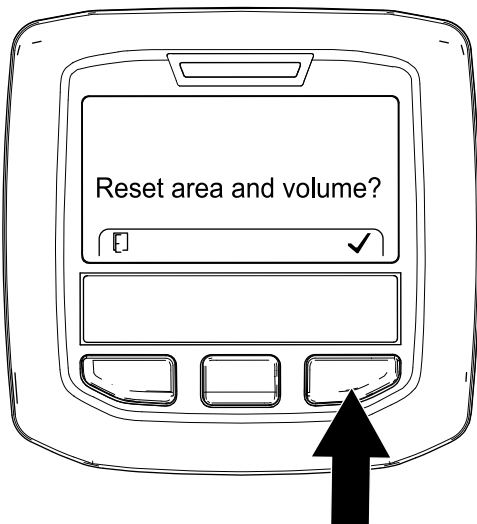

Figure 110
6. Dans l'écran RESET AREA AND VOLUME, appuyez sur le bouton droit de l'InfoCenter (Figure 110).